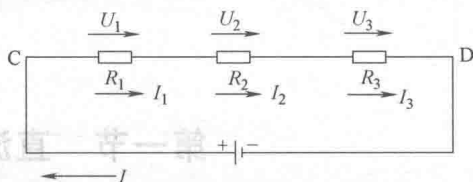

图 2-1-1 电阻的串联电路
(1) 电阻的串联 把两个（或更多）电阻首尾依次连接，中间无分支，使电流只有一条通路的连接方式叫作电阻的串联连接方式，如图 2-1-1 所示。